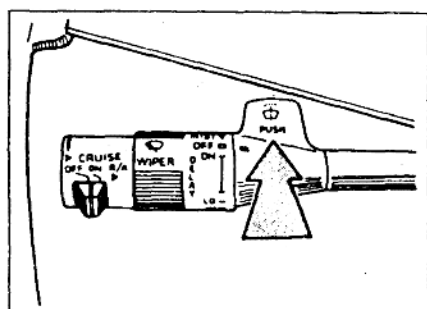

图 1-8 风挡洗涤器的控制
(3) 风挡洗涤器的控制。当需要向前风挡喷洒洗涤液时,推动组合开关杆上部的叶片开关,如图 1-8 所示,风挡洗涤系统就会向前风挡喷洒洗涤液,与此同时刮水器也将以低速进行工作。当放开叶片开关时,喷洒停止。为了使刮水器停止工作,应再转动刮水器旋钮,到“OFF” (断开) 位置。